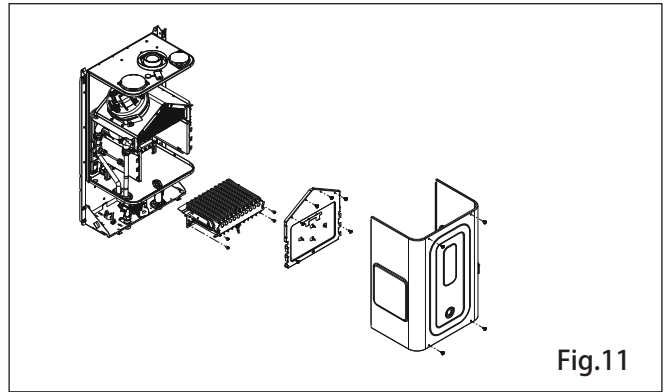
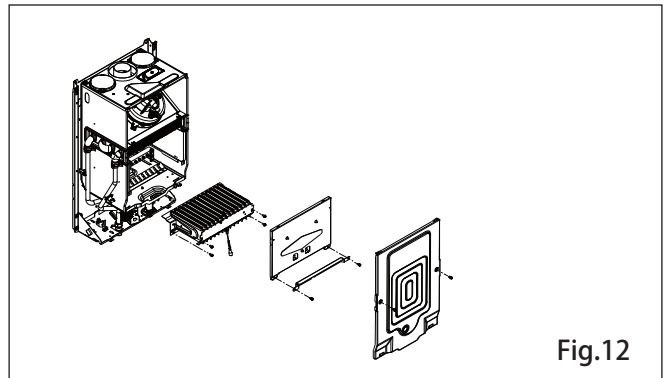

Fig.11
Fig.12
- 按顺序拆下热水器的相应部件：外壳，空气室盖板，燃烧室盖板（Fig.11, Fig.12）；
- 松掉燃烧器固定螺丝，取下燃烧器及点火线（Fig.11, Fig.12）